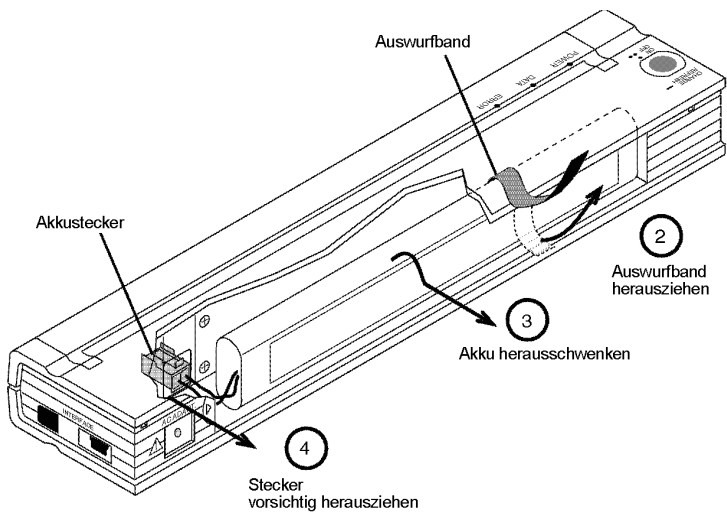

Abbildung 13. Anweisungen zum Entfernen des Akkus
2. Ziehen Sie das Auswurfband wie in Abbildung 13 gezeigt, bis der Akku sich aus dem Fach zu lösen beginnt.